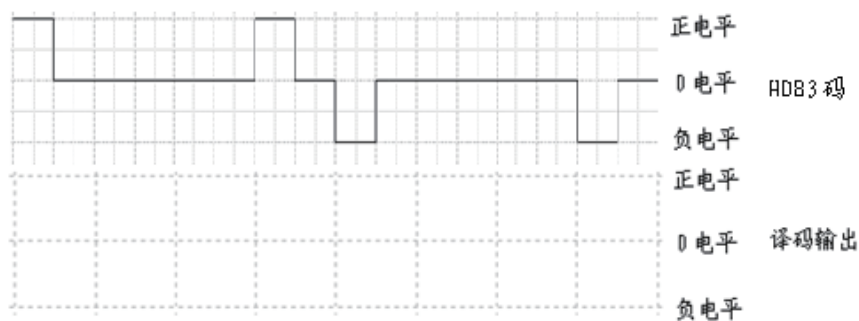

图 3-8-3 全零码输入时绘制 HDB3 码译码后输出的波形图
① “全零码”输入：编码板 HDB32 的 J1 输入“全零码”，用四踪示波器测试译码板 HDB33 模块的 TP11 和 TP12，依据图 3-8-3 给出的 HDB3 码（HDB33 模块的 TP11 测试端）的波形图，绘制出译码输出（HDB33 模块的 TP12 测试端）的波形图（注：一个大虚线格为一个码元持续的时间）。